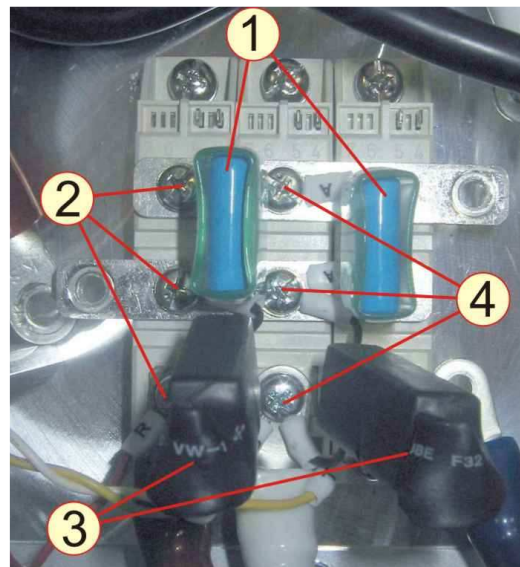

Рисунок 6.32
6.11.6 Выкрутить винты 2 и 4 на модулях MD1 и MD2, снять конденсаторы 1 и RC- сборки 3 (рисунок 6.32). Положить винты, конденсаторы и RC-сборки в тару.